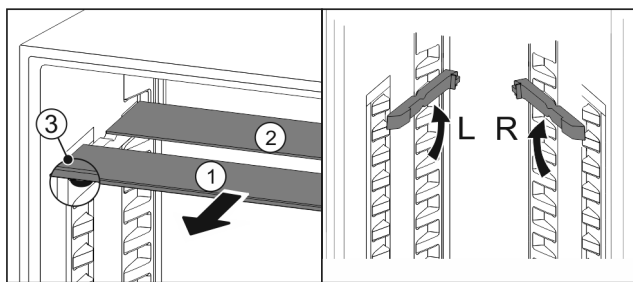

Fig. 115
- ▶ Skleněné desky jednotlivě vytáhněte dopředu Fig. 115 (1).
- ▶ Skleněná deska Fig. 115 (1) s ozdobnou lištou leží vpředu.
- ▶ Zárážky Fig. 115 (3) směřují dolů.